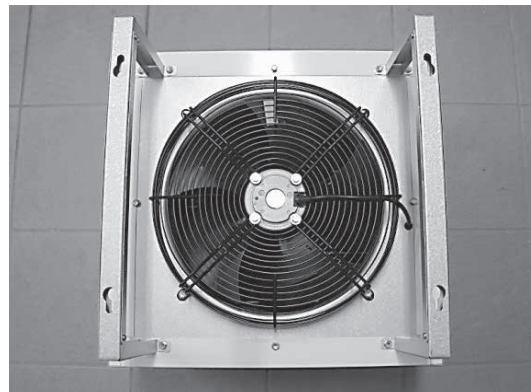

Bild 11
2. Montage der Konsolen gemäß Bild 11.